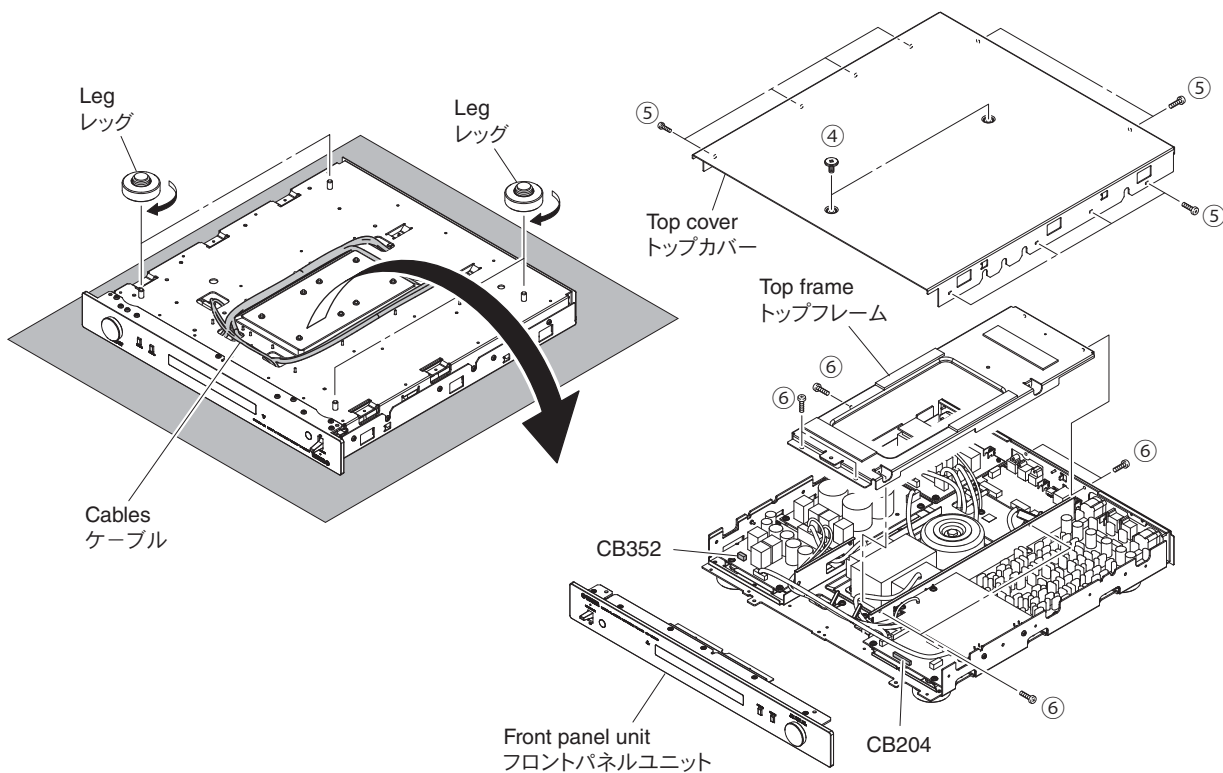

Fig. 2
- To prevent inside cables from being pinched, reinstall the removed 4 legs, then face the upper side of this unit upward. (Fig. 2)
- Remove 2 screws (④) and 10 screws (⑤). (Fig. 2)
- Remove the top cover. (Fig. 2)
- Remove 7 screws (⑥). (Fig. 2)
- Remove the top frame. (Fig. 2)
- Remove CB204 and CB352. (Fig. 2)
- Remove the front panel unit. (Fig. 2)
- 内部のケーブルの挟み込みを避けるために、外したレッグ4個を再び取り付けから、本機を反転し天面を上にして置きます。(Fig. 2)
- ④のネジ2本、⑤のネジ10本を外します。(Fig. 2)
- トップカバーを外します。(Fig. 2)
- ⑥のネジ7本を外します。(Fig. 2)
- トップフレームを外します。(Fig. 2)
- CB204、CB352を外します。(Fig. 2)
- フロントパネルユニットを外します。(Fig. 2)